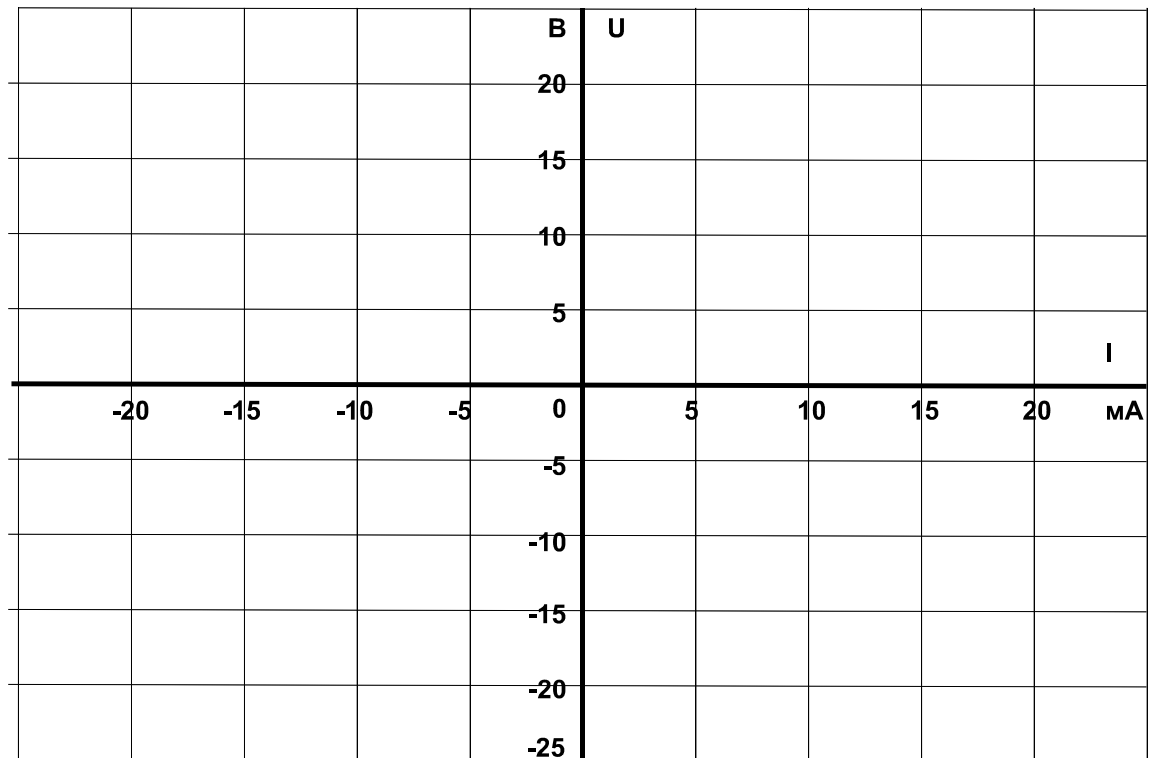

Рис. 3.2.2
- Перенесите осциллограмму на график (рис. 3.2.2).